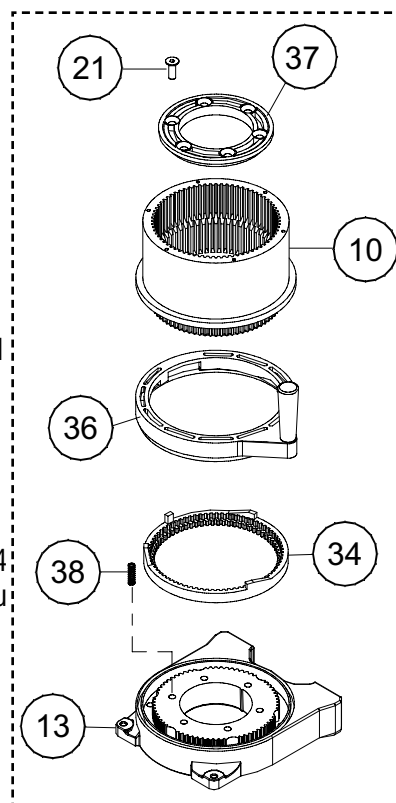

FIGURE 8
8. Remonter le logement de l'engrenage tel qu'illustré à la figure 8. S'assurer que la rondelle de blocage soit placée de manière à ce que la butée arrive à l'endroit marqué. Les vis de fixation (article 21) du dispositif de retenue devraient être serrées en appliquant un couple de 40 à 45 po-lb. **Ne pas trop serrer.**